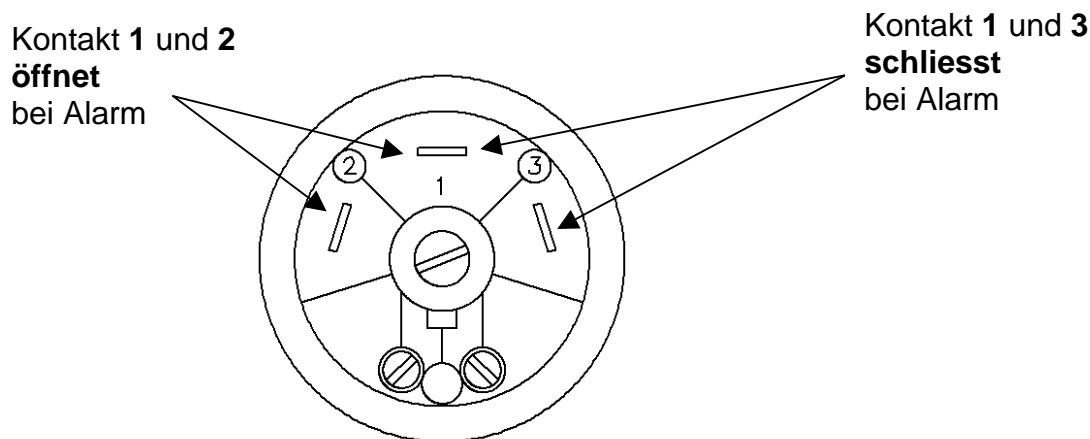

Bild 10
- Der Anschluss an den Druckwächter für die Alarmmeldung (schwarz gekennzeichnet) ist nach Bild 10 vorzunehmen. Signal-Kabelenden des Alarmschaltgerätes mit entsprechenden Flachsteckhülsen (Kabelschuhe) versehen und auf die jeweiligen Kontakte stecken.